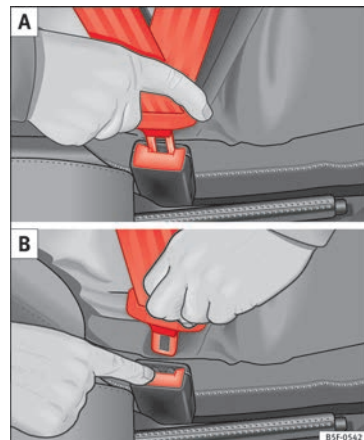

Fig. 10 Posizionamento e rimozione della chiusura della cintura di sicurezza.
» **fig. 10 A.**
- Premere il tasto rosso del bloccetto d'aggancio » **fig. 10 B.** La linguetta scatta all'infuori » **△.**